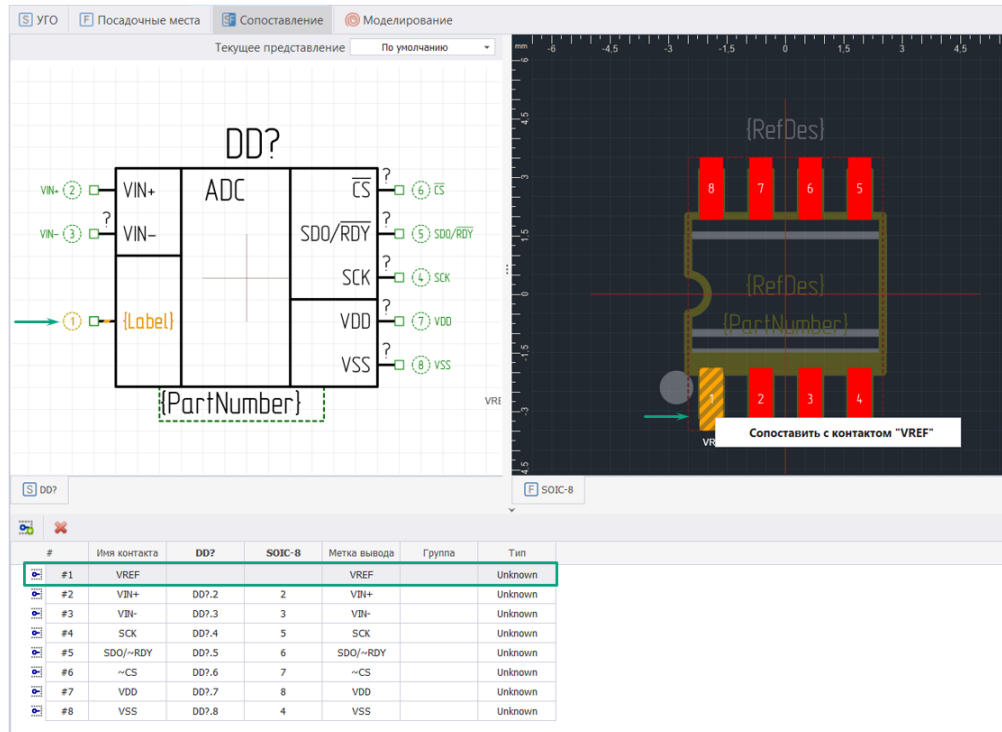

Рис. 267 Этапы сопоставления
2. Навести курсор на вывод УГО или на контактную площадку посадочного места, нажать правую кнопку мыши, сопоставить с выбранным контактом, см. Рис. 267.